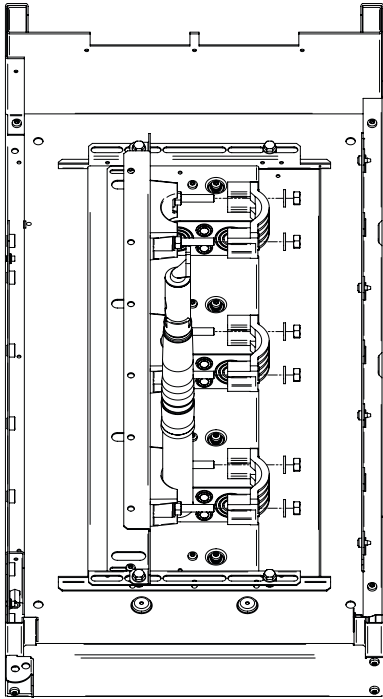

Figura 97. Instalación de las partes de los sujetadores de cables
a) Volver a montar las partes quitadas como se muestra en la figura 97.